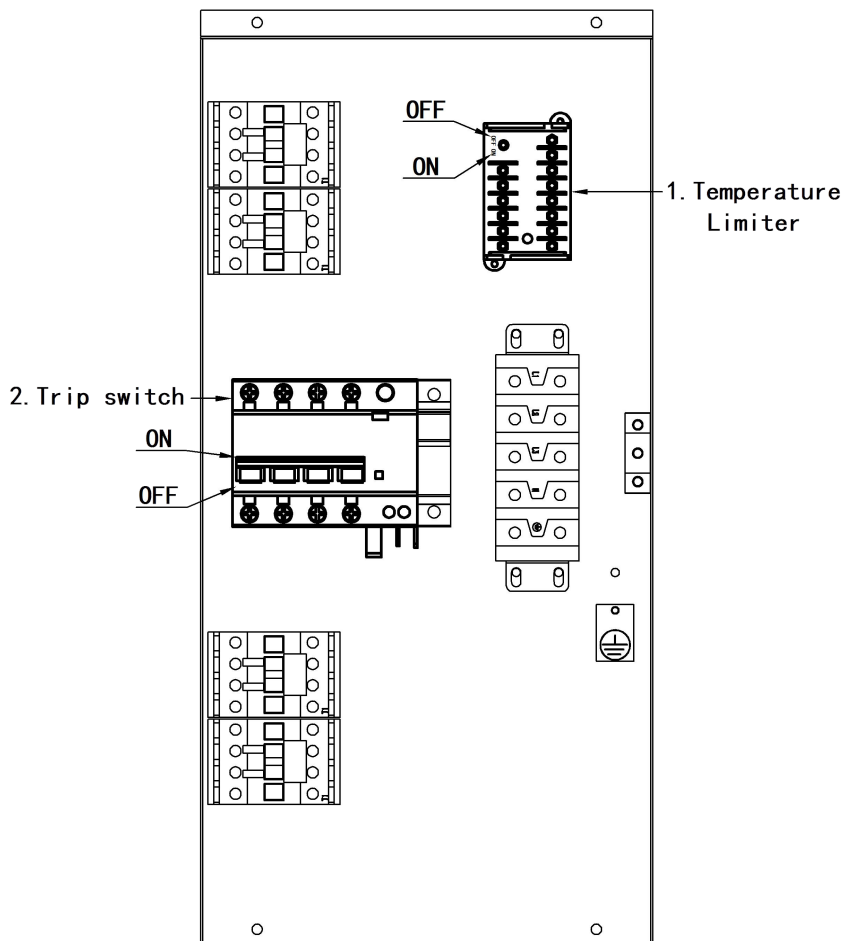

Figura 2: Restauración de la protección de temperatura anormal
- Para reanudar la protección contra la temperatura anormal, primero corte la fuente de alimentación externa del horno (asegúrese de apagar la fuente de alimentación del horno y la conexión externa, y asegúrese de que el horno no esté energizado), abra la caja eléctrica y encienda el interruptor de encendido (ver figura 2), y el horno volverá al estado listo para el trabajo.